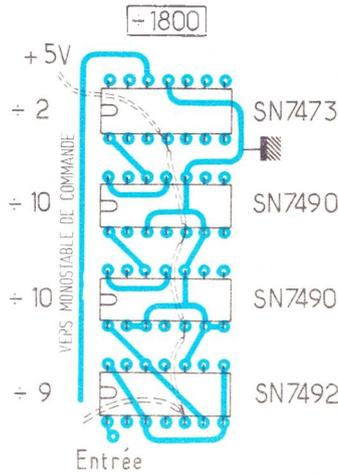

Figure 3
1) Il existe une sortie LOCH sur le speedomètre, d'où sortent des signaux carrés à une fréquence proportionnelle à la vitesse, il faut déterminer la hauteur du signal, sur oscillographe pour voir s'il est compatible, sinon la meilleure solution consiste à mettre devant le diviseur un circuit d'adaptation T.T.L. (Fig. 3).
(Fig. 3) Division par 1 800 pour capteur 5 Hz